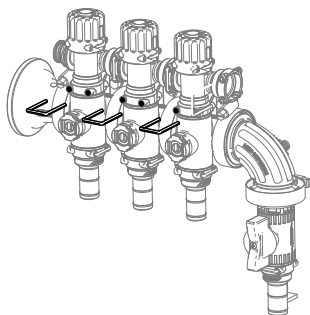

Figura 16
7. Montai blocul de vane pentru bra cu ajutorul opritoarelor îndepărtate anterior, aa cum se arată în Figura 16.